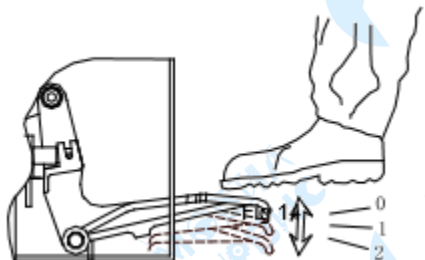

Рис. 15
3. Перед операцией проверьте устройство: нажмите педаль накачивания на среднюю позицию (положение 1 Рис. 15), должен податься воздух из головки накачивания. нажмите педаль накачивания до конца (положение 2 Рис. 15), сильная струя сжатого воздуха должна выйти из отверстий в четырех кулачках.